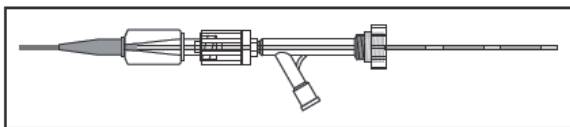

図4: フルオロセーバーマーカ
- (1) デリバリーワイヤの手元部にねじれや異常などが無いことを点検する。異常が認められた場合は新しい製品と交換する。
- (2) 2チップ・マイクロカテーテルのRHVを緩め、RHVからイントロデューサシースのテーパされた先端部を挿入し、2チップ・マイクロカテーテルのハブにシースをしっかりと収めると、イントロデューサシースが少したむむ。イントロデューサシースの周りのRHVを、コイルがカテーテル挿入時に破損しない程度に締め、血流の逆流を防ぐ。
- (3) デリバリーワイヤをスムーズに途切れない動作で進めて本品をカテーテル内に移動させる。この操作は2名で行うことが最適である。1人がRHVと2チップ・マイクロカテーテルのハブ内のイントロデューサシースをしっかりと固定し、もう1人がイントロデューサシースを真っ直ぐの状態に保持し、コイルを進める。
- (4) デリバリーワイヤの近位端がイントロデューサシースの近位端5cm (2inch) 以上手前のところまで挿入する。
- (5) デリバリーワイヤの柔軟な部分がカテーテルのシャフト内に入ったらRHVを緩め、イントロデューサシースをデリバリーワイヤの手元から引き抜く。コイルがシースと一緒に出てこないことを確認する。
- (6) その後、デリバリーワイヤ上のRHVを締める。コイルが留置、及び離脱されるまでは、イントロデューサシースを廃棄しないこと。
- (7) フラッシュ溶液が正常に注入されていることを目視で確認した後、持続的フラッシュに支障を来さない程度にRHVを緩め、デリバリーワイヤを進める。
- (8) デリバリーワイヤのフルオロセーバーマーカの位置を確認しながら、コイルを進める。
- (9) デリバリーワイヤのフルオロセーバーマーカがRHVの手元側に接するまでマイクロカテーテル内でコイルを進めたことを、エックス線透視下で確認する（図4）。